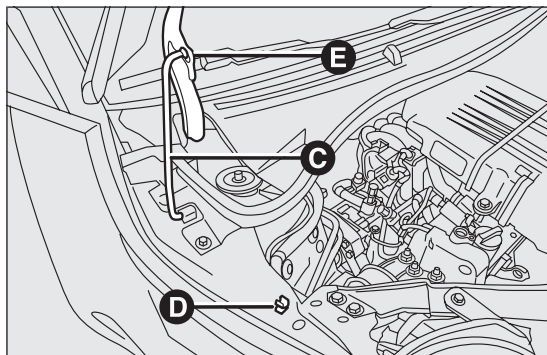

РИС. 61
- поднять капот и одновременно извлечь опорную стойку С РИС. 61 из удерживающего ее устройства D, вставить конец стойки в гнездо E капота двигателя (большое отверстие) и подтолкнуть в безопасную позицию (малое отверстие) как показано на рисунке.
- одной рукой придерживать капот, а другой вытащить стойку С РИС. 61 из гнезда Е и вложить ее в удерживающее устройство D